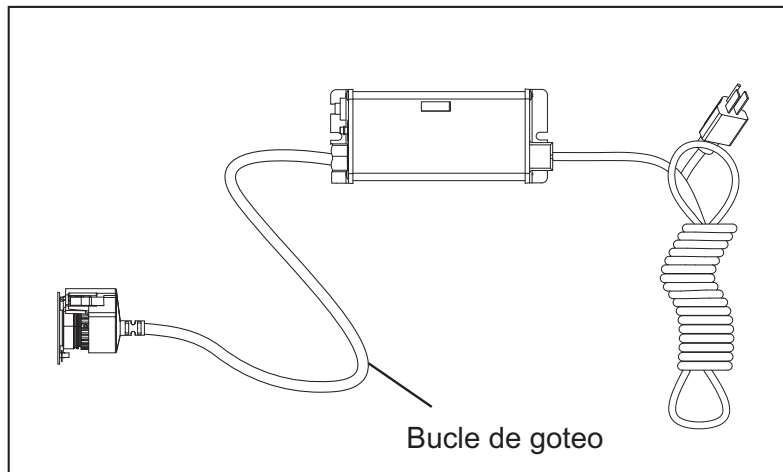

Figura 6 Bucle de goteo
- El controlador se debe montar encima o al lado de la cámara UV. Siempre monte el controlador horizontalmente para evitar que la humedad se filtre por la canalización de los cables y provoque un peligro de incendio. Es muy recomendable usar bucles de goteo en los cables conectados al controlador. Consulte Figura 6.
4. Monte el controlador VIQUA ICE de forma horizontal a la pared, cerca de la cámara UV. Lo ideal sería colocar el controlador sobre la cámara y lejos de cualquier punto de conexión de agua para evitar que se vierta agua en el controlador por medio de fugas en un punto de conexión o un sistema de "transpiración". Asegúrese de permitir un "bucle de goteo", como se muestra en Figura 6, en la lámpara UV, el sensor UV y el cable para evitar, de nuevo, que entre agua en el controlador.